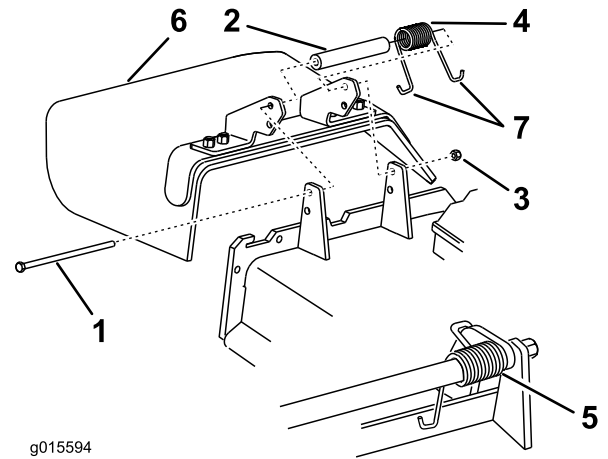

Figure 98
1. Retirez le contre-écrou, le boulon, le ressort et l'entretoise qui fixent le déflecteur aux supports de pivot (Figure 98). Déposez le déflecteur d'herbe s'il est endommagé ou usé.
3. Remettez le boulon et l'écrou en place. Accrochez l'extrémité en J du ressort au déflecteur d'herbe (Figure 98).
Remarque: Prenez soin de placer une extrémité en J du ressort derrière le bord du tablier avant de mettre le boulon en place, comme illustré à la Figure 98.